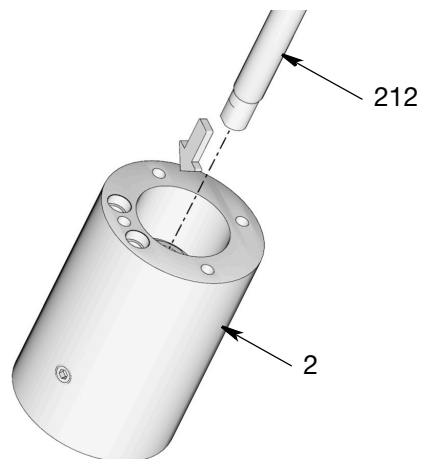

図 37
- 置換ロッド (212) の表面にグリースの薄い層を塗布します。ポンプアダプタ (2) 内で図 37に示す方向にロッドをスライドします。